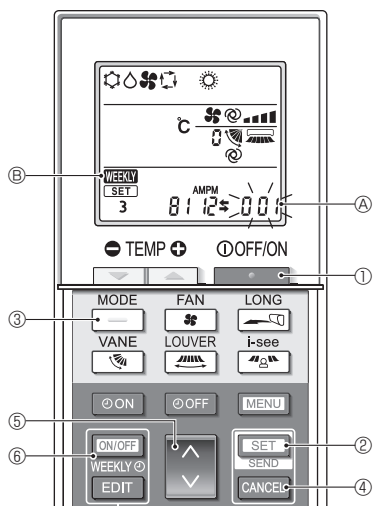

Fig. 6-7
- Appuyez sur la touche **MENU** ②.
6.8.8. Désactivation du mode AUTO (Fig. 6-7)
- Appuyez sur la touche **STOP** ① pour arrêter le climatiseur.
- Si la minuterie hebdomadaire est activée, appuyez sur la touche **ON/OFF WEEKLY** ⑨ pour la désactiver. (**WEEKLY** ⑨ disparaît.)
- Appuyez sur la touche **SET** ② pendant 5 secondes.
- L'appareil passe en mode de réglage des fonctions. (Le numéro de réglage du modèle ① clignote.)
- Appuyez sur la touche **UP** ⑤.
- Achèvement des réglages (Fig. 6-7)